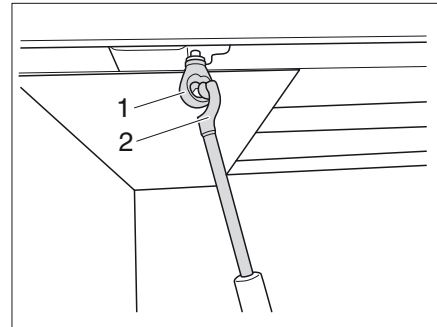

Bild 154 Höjdinställning
- Haka fast veven (Bild 154,2) i öglan (Bild 154,1) på höjdjusteringen.